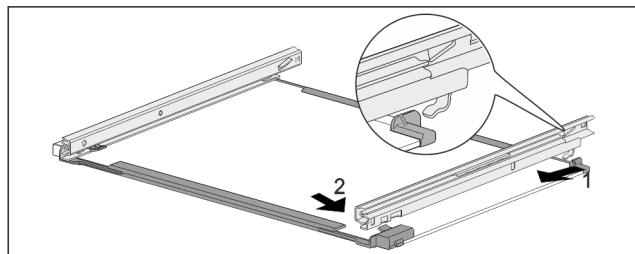

Fig. 173 Sklenená doska s kolajničkami
- ▶ Zaháknite kolajničku vzadu. Fig. 173 (1)
- ▶ Zaklapnite kolajničku vpred. Fig. 173 (2)